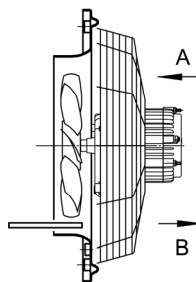

Fig. 1: Verificarea interstițiului de aer cu lera de șpalt
- Înainte de luarea în exploatare a ventilatorului trebuie verificat interstițiul de aer dintre rotorul cu palete și placa de perete, respectiv inelul de perete (fig.1). În toate punctele circumferinței trebuie atinse valorile minime indicate în tabelul 1. Folosiți lera de interstițiu de aer atașată aparatului.